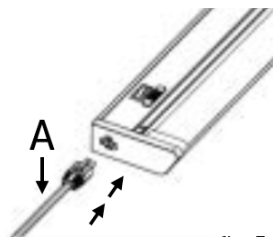

fig. 4
3. Fixez la lampe sur la surface de montage en insérant les vis et en les serrant (fig. 4).